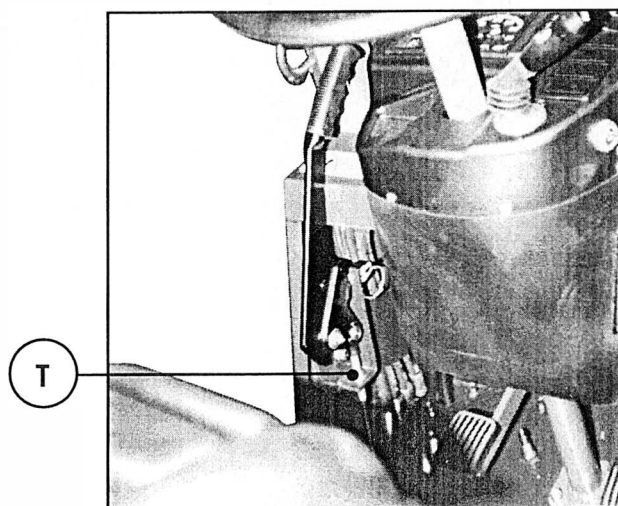

Fig. 17
3) FRENO ESTACIONAMIENTO (FIG. 17)
Después de regular el freno de servicio se puede ajustar el mando del freno de estacionamiento. Para ello mirar las tuercas (T) Fig. 17.